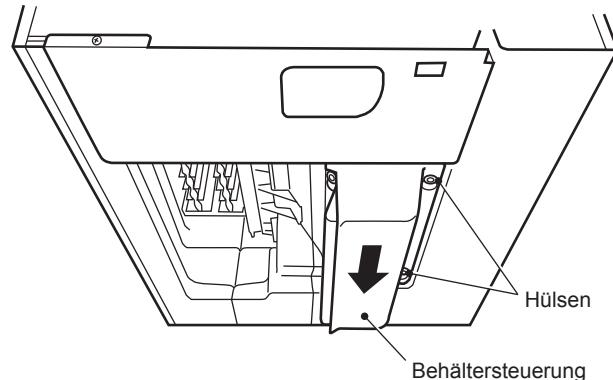

Abb. 5
- 7) Das Kabel der Behältersteuerung nach oben ziehen und die Behältersteuerung rechts an der Innenwand einhaken. Dann die Behältersteuerung nach oben gegen den Boden des Gerätes drücken und nach hinten schieben, bis sie hörbar einrastet. Darauf achten, dass die Schlitze rechts an der Behältersteuerung richtig auf den Hülsen unten am Gerät sitzen. Siehe Abb. 5.